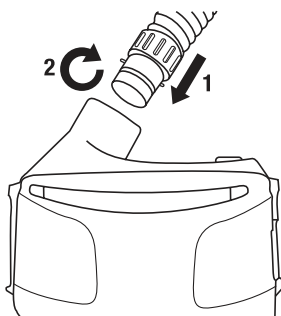

Fig. 8
1. Insira a extremidade da traquéia com o ajuste em baioneta (duas pequenas garras) nas fendas paralelas na saída do ar do motor/ventilador (Fig. 8).